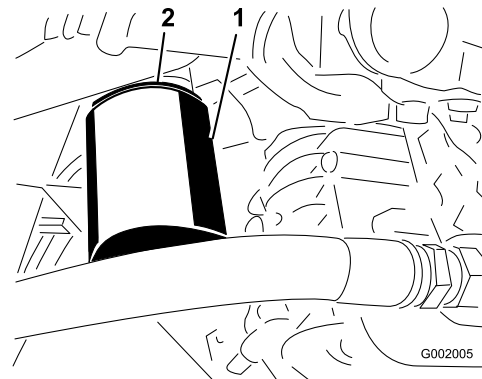

Figure 70
4. Retirez le filtre (Figure 70).